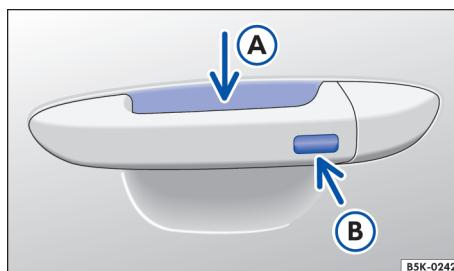

Fig. 61 Sistema de travamento e de partida Keyless Access sem chave: área de sensores na maçaneta da porta dianteira.
→ Fig. 61 seja tocada, ou que o botão da tampa do compartimento de bagagem → Página 81 seja acionado → ①.
- Além disso, antes de 5 segundos, tocar uma vez o sensor para travamento na parte externa da maçaneta da porta dianteira → Fig. 61 Ⓑ.